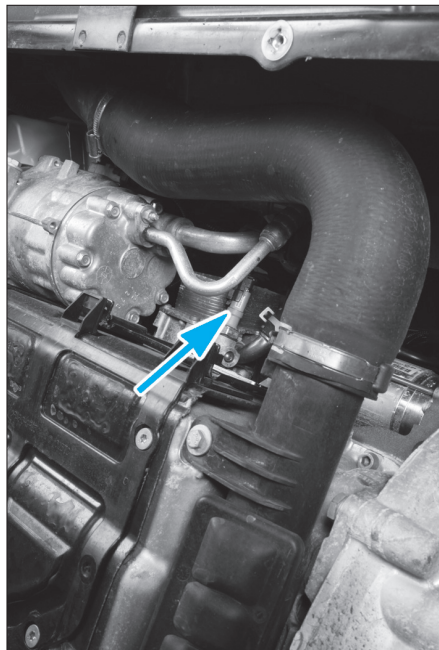

Fig. 18
- Débrancher puis déposer le manocontact de pression d'huile (Fig.18).